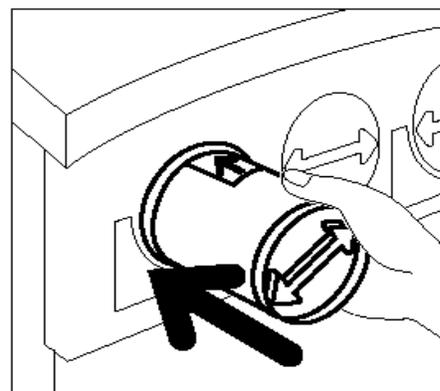

Figura 12: Alinhar a seta do Cartucho e fazer deslizar o Cartucho para o copiador/impressora
- 7 Alinhe a seta do cartucho com a seta do topo na parte superior da abertura e deslize o cartucho para o copiador/impressora, tal como ilustrado na Figura 12.